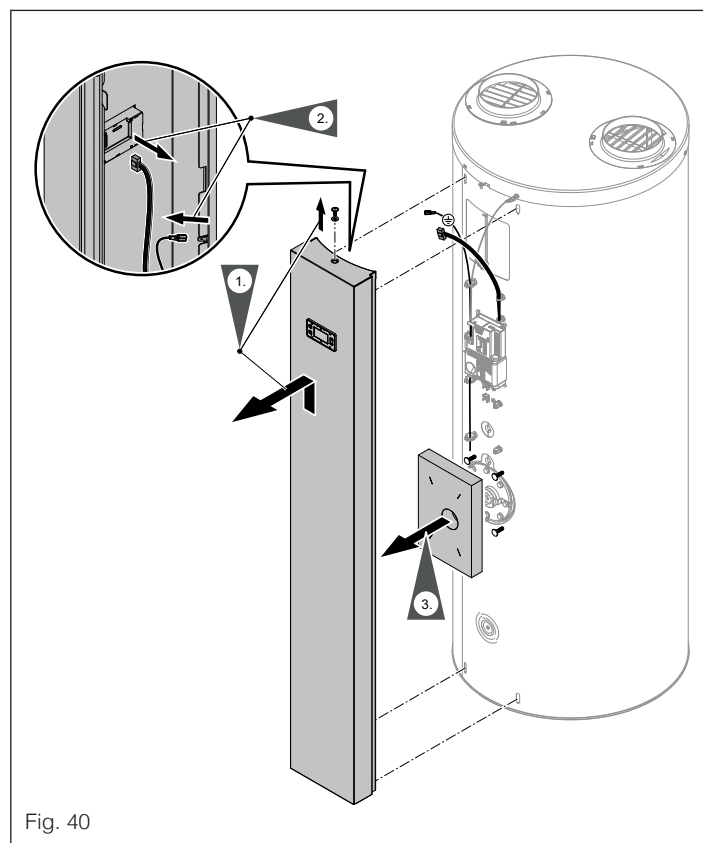

Fig. 40
- 2 Smontare il pannello frontale, vedi "Fig. 40".
- 3 Smontare il pannello frontale, vedi "Fig. 40".
- 9 Montare il pannello frontale con il cavo di messa a terra, vedi "Fig. 40".
- 2 Smontare il pannello frontale, vedi "Fig. 40", "9.5 Smontaggio del pannello frontale" a pagina 26.
- 4 Montare il pannello frontale con il cavo di messa a terra, vedi "Fig. 40".